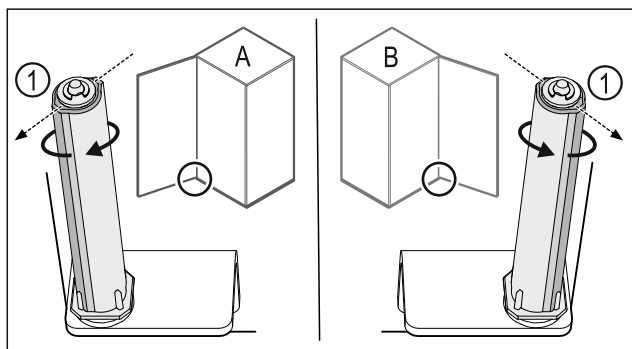

Fig. 40 Venstreanslag (A)/højreanslag (B)
- ▶ Drej lukkesystemet mod modstanden, indtil lukkesystemets forbindelsesdel Fig. 40 (1) peger udad.